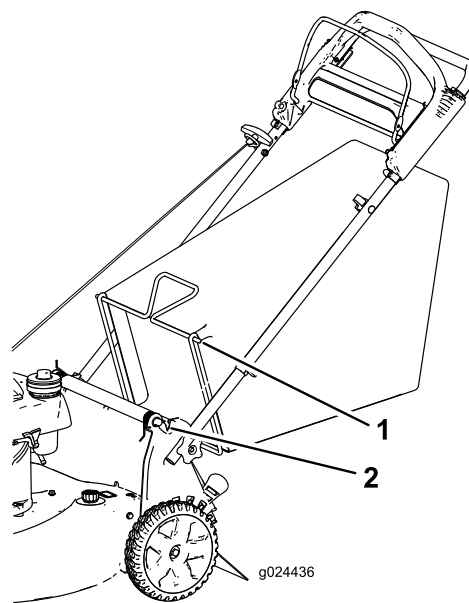

Figure 16
2. Montez le bac à herbe en veillant à placer les ergots dans les crans du guidon (Figure 16).